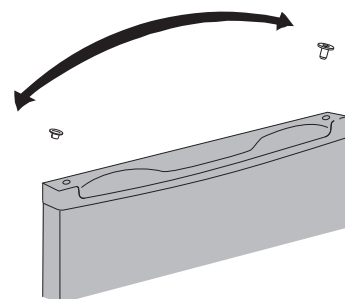

Figure 5
- 5 Déplacez le manchon mâle-femelle de la porte à la gauche (illustré à la droite dans Figure 5); et déplacez le couvercle en plastique du trou à la droite (illustré à la gauche dans Figure 5).